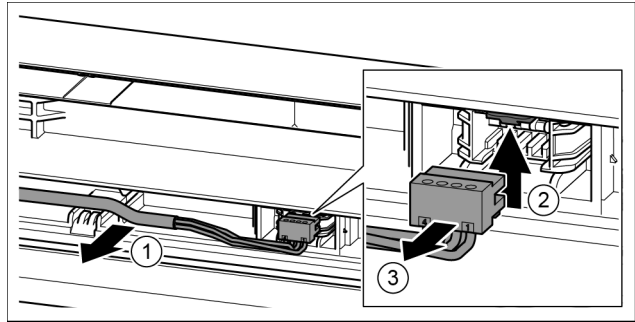

Fig. 19
- Suelte cuidadosamente el cable gris de la guía en la puerta. *Fig. 19 (1)*
- Presione la lengüeta hacia arriba. *Fig. 19 (2)*
- Extraiga cuidadosamente el conector. *Fig. 19 (3)*